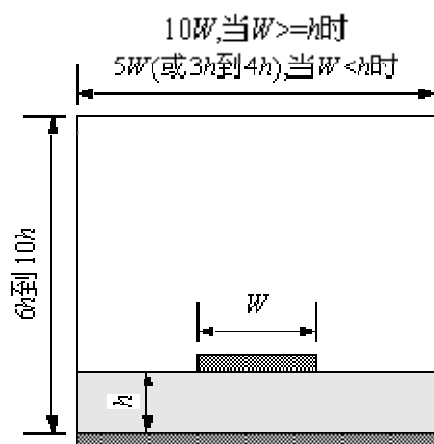

图 1 微带线波端口大小设置
- 值得注意的是, 在设置波端口大小时也是很讲究的, 以经常遇到微带线端口为例, 如果设微带线宽为  $W$ , 高为  $h$ , 设置如图 1 所示。